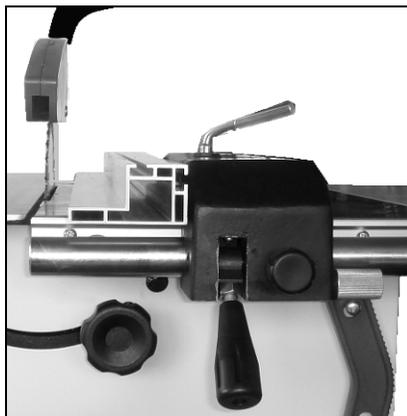

Рис. 24
- Распиловка малых заготовок (менее 120 мм) разрешена только при профиле, установленном на плоской стороне (Рис. 24).